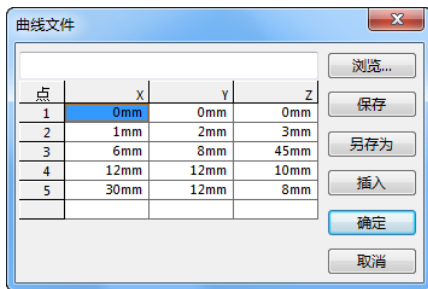

图 6-41 设置的“曲线文件”对话框
**07** 生成曲线。图 6-41 所示为一个设置好的“曲线文件”对话框，然后单击对话框中的“确定”按钮，即可生成需要的曲线。